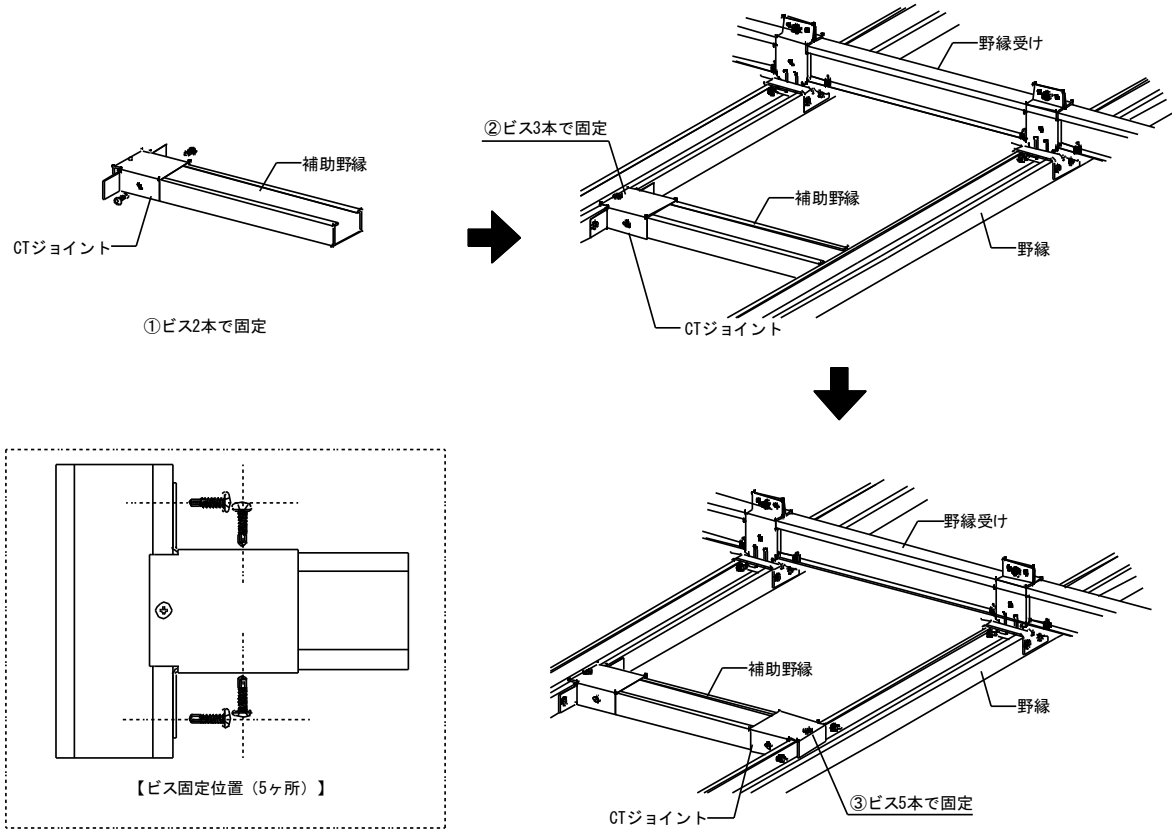

図 2-5-3 CT ジョイントの設置
[CT ジョイントの取り付け(図 2-5-3 参照)]
- 1)補助野縁の片側に CT ジョイントをビス 2 本で固定する。(図 2-5-3 参照)